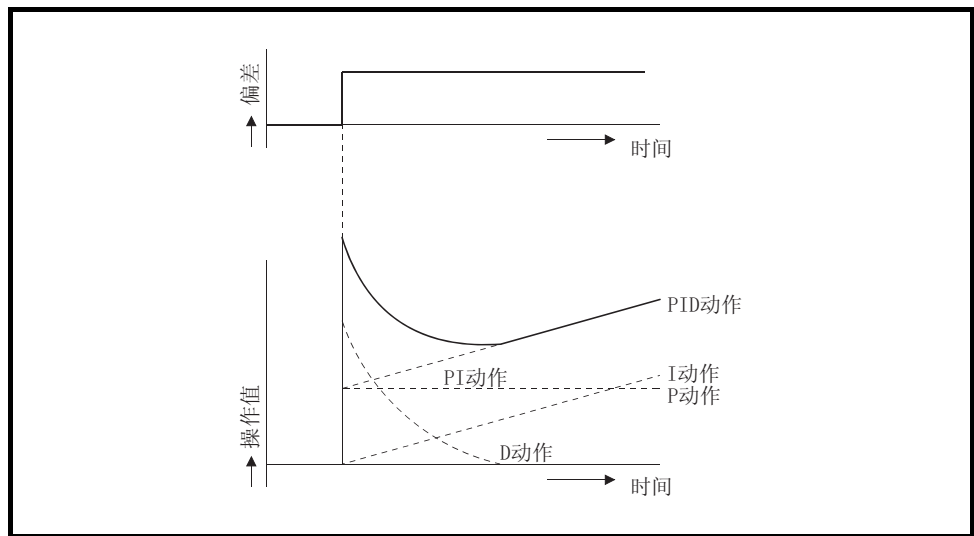

图 1.11 阶跃响应时的 PID 动作
- (1) PID 动作是以通过比例动作+积分动作+微分动作算出的操作值进行控制。
- (2) 偏差为恒定值的阶跃响应时的 PID 动作如图 1.11 所示。